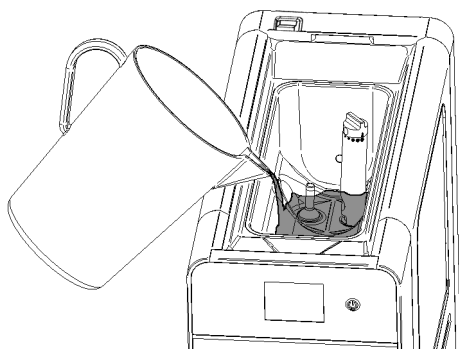

Bild 5
**2** Das Präparat in den oberen Behälter geben und abwarten, bis der Zylinder gefüllt ist. Dies ist der Fall, wenn keine Luftblasen mehr aus den im Mischrohr vorhandenen Löchern austreten. (Bild 5)